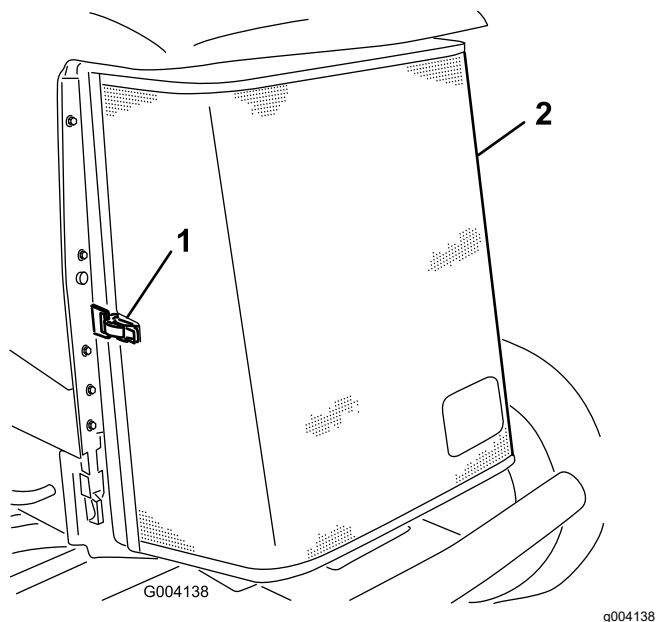

Рисунок 109
5. Расфиксируйте заднюю решетку и поверните ее, чтобы открыть (Рисунок 109).